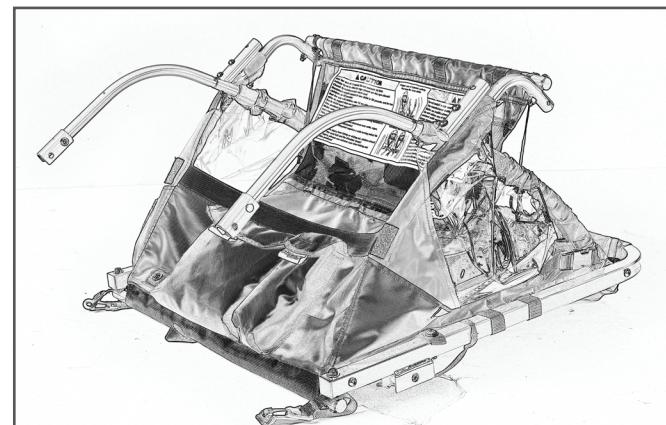

図38
- イメージのように上部キャビンを折り畳んでください(図38):